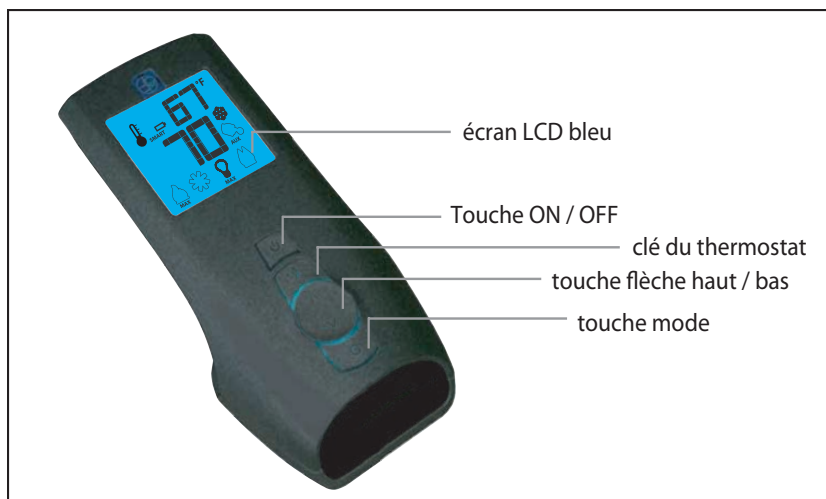
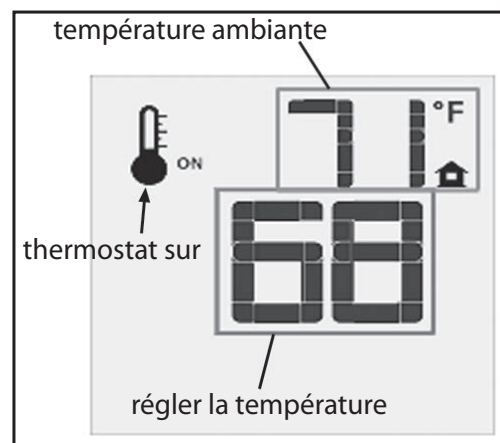
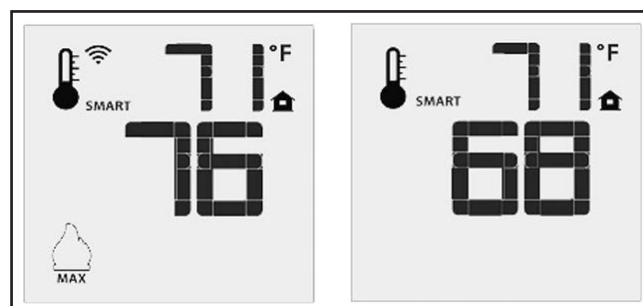
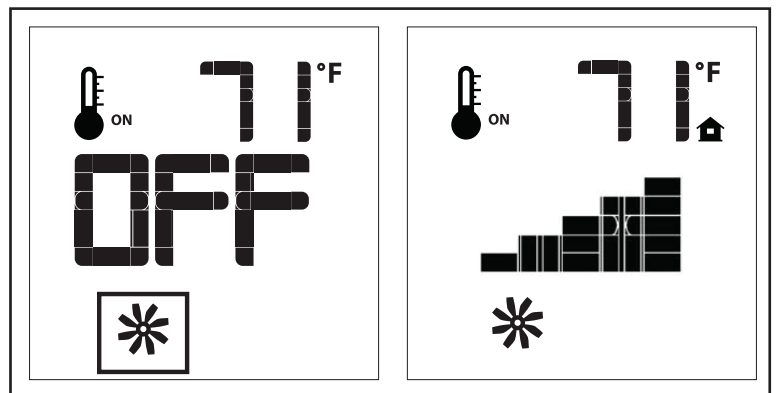

Figure 5: Proflame 2 émetteur.
Figure 9: la télécommande affiche la température réglée
Figure 10: fonction de la flamme intelligente de la télécommande
Figure 12: Contrôle du ventilateur
L'Proflame 2 émetteur est une télécommande avec un affichage LCD rétroéclairé bleu. Il utilise une conception minimaliste avec un simple bouton Mise en page et affichage lcd informatif (Figure 5). L'émetteur est alimenté par trois (3) piles de type AAA. Une touche de mode est fourni à l'index entre les fonctionnalités et d'un thermostat clé est utilisée pour activer/désactiver ou index par fonctions du thermostat (Figure 5 & 6).
Appuyez la touche marche-arrêt sur l'émetteur. L'écran ACL montrera la température ambiante de la salle et l'icône du thermostat (voir la Figure 9). Un seul bip de l'IFC confirme la réception de la commande et la veilleuse et le brûleur principal se fermeront (si l'appareil n'est pas réglé au mode CPI).
La télécommande peut fonctionner comme un thermostat ambiant. Le thermostat peut être réglé à la température désirée pour contrôler le confort dans la salle. Pour activer cette fonction, appuyez sur la touche « Thermostat » (voir la Figure 5). L'écran ACL de l'émetteur changera pour montrer que le thermostat ambiant est allumé et la température programmée est montrée sur l'écran (voir la Figure 9). Pour ajuster la température, appuyez sur les flèches vers le haut ou le bas pour programmer votre température désirée.
Le mode « Thermostat intelligent » ajuste la hauteur des flammes en calculant la différence entre la température programmée et la température ambiante actuelle. Si la température ambiante approche la température programmée, la fonction intelligente baissera le niveau des flammes. Pour activer cette fonction, appuyez sur la touche « thermostat » (Figure 5) jusqu'à ce que vous voyiez le mot « SMART » à la droite de l'icône de thermostat (Figure 10). Pour ajuster la température programmée, utilisez les flèches pour trouver votre température idéale.
Cette cheminée vient avec un ventilateur de convection qui peut être commandé avec le transmetteur. La vitesse du ventilateur peut être réglée à six (6) vitesses. Pour contrôler le ventilateur, appuyez sur la touche MODE (Figure 5) pour indexer l'icône de contrôle du ventilateur (Figure 12). Utilisez les touches fléchées HAUT / BAS pour allumer, éteindre ou régler la vitesse du ventilateur (Figure 12). Un seul bip de l'IFC confirmera que la commande a été reçue.